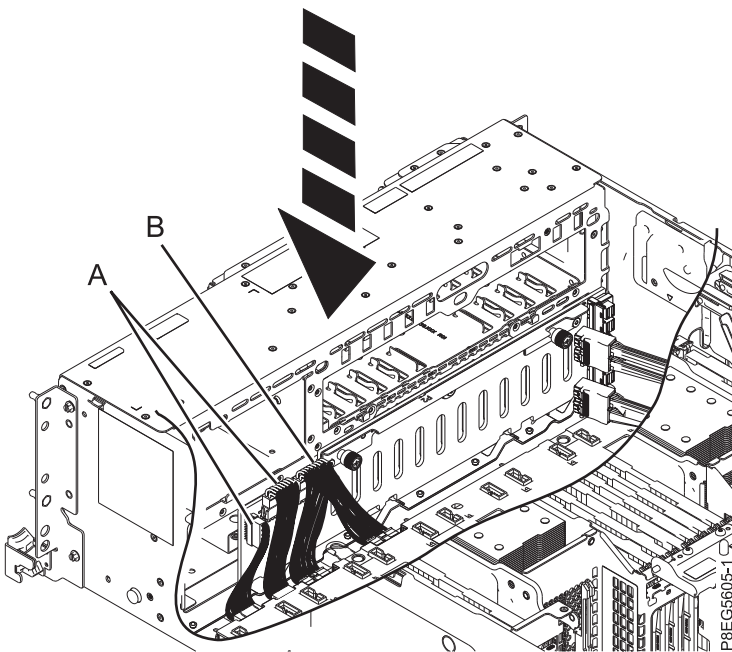

Figura 7. Reconexión de los cables de alimentación, señal y panel de control a la placa posterior de la unidad de disco
5. Vuelva a conectar los cables de señal y de panel de control (A), y el cable de alimentación Y (B), a la placa posterior de la unidad de disco, como se muestra en la Figura 7.